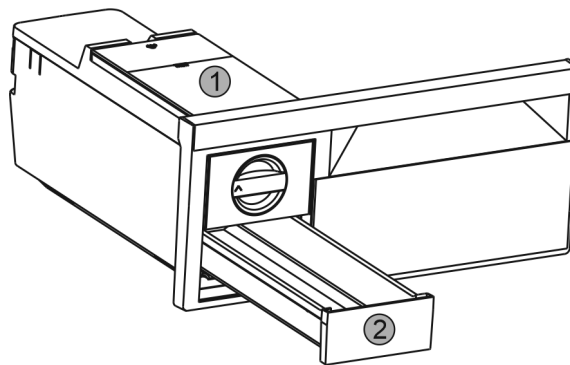

Fig. 50
- ▶ Odoberte nádržku na vodu Fig. 50 (1) a zásuvku na kocky ľadu Fig. 50 (2).